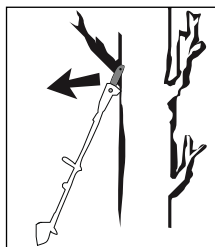

Fig. 2
- Un rebond peut survenir lorsque la pointe du rail de guidage (23) touche un objet ou lorsque le bois s'incurve et que la chaîne de scie (17) se bloque (voir fig. 2).